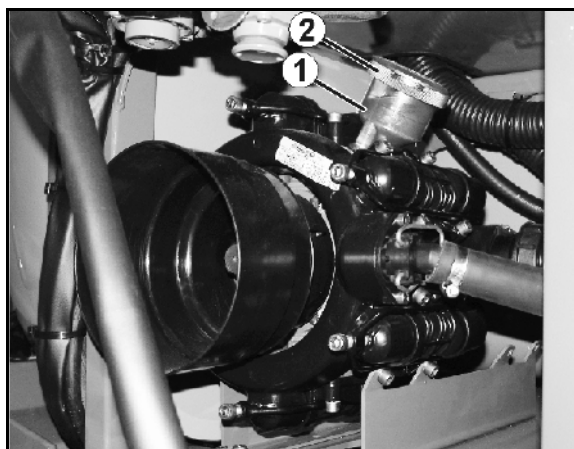

Fig. 172
1. Verifique se o nível de óleo é visível na marca (Fig. 172/1) com a bomba parada e em posição horizontal.
2. Retirar a tampa (Fig. 172/2) e acrescentar óleo caso o nível de óleo não seja visível na marca (Fig. 172/1).
2. Retirar a tampa (Fig. 172/2).
5. Girar o veio de acionamento alternadamente para a direita e para a esquerda e deitar lentamente óleo novo. Foi deitada a quantidade de óleo correta quando o óleo é visível na marca (Fig. 172/1).